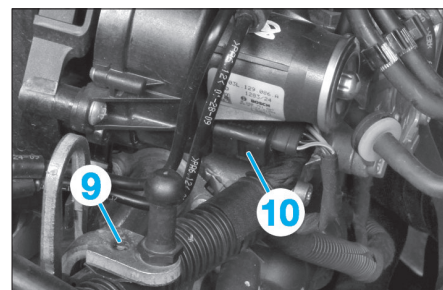

FIG. 144
- le connecteur (8) du contacteur de pression d'huile,
- Dégraffer le faisceau en (9) (Fig.144).